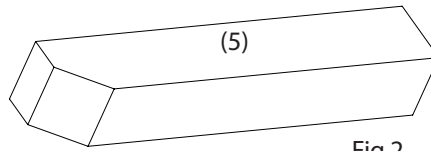

Fig.2
2. Cortar por la mitad los listones (5) para las patas del fútbolín, y achaflanar las cuatro patas resultantes por un lado (ver Fig. 2 y plantilla de la pág. 7).